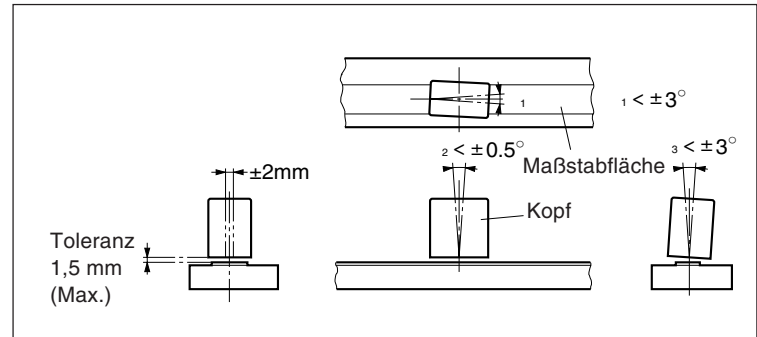

Abb. 3-2
- Die Relativposition von Maßstab und Lesekopf kann der Abbildung 3-2 entnommen werden.